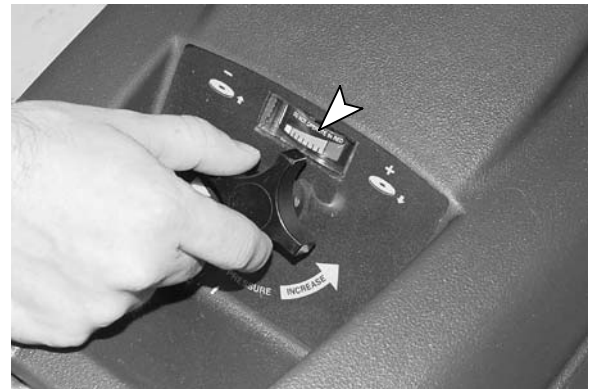

FIG. 8
5. Pour régler la pression du patin, tournez le bouton de réglage dans le sens contraire des aiguilles d'une montre pour augmenter la pression ou dans le sens des aiguilles d'une montre pour la diminuer (Figure 8). Ne réglez pas l'indicateur de pression du patin dans la zone rouge; ceci risque d'entraîner l'endommagement du moteur et du sol.